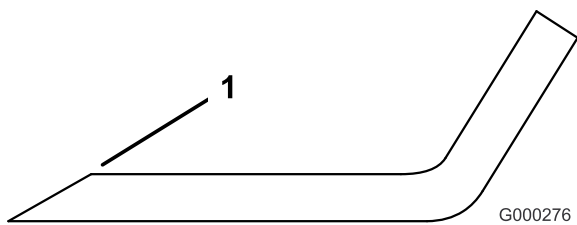

Figure 73
1. Aiguisez le tranchant à chaque extrémité de la lame (Figure 73). en veillant à conserver l'angle de coupe d'origine. Limez la même quantité de métal sur chacun des deux tranchants pour ne pas déséquilibrer la lame.